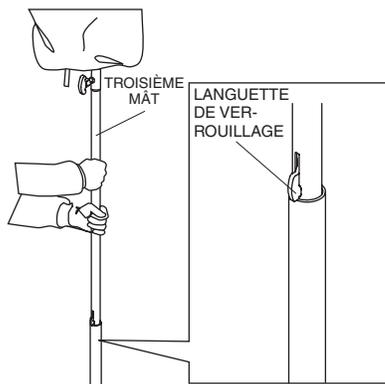

Figure 23. Soulever le troisième mât
2. Pour soulever le mât encore plus haut, soulever le troisième mât jusqu'à ce que la languette ressorte. La languette se reposera automatiquement sur le deuxième mât. Voir Figure 23.